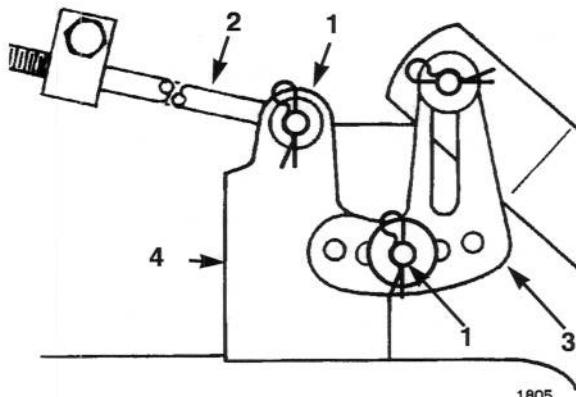

Fig. 50
5. Togliete la coppia a forcina e la rondella dalla staffa di livello (Fig. 50). Per livellare la lama (o
lame) riposizionate la staffa di livello in un foro diverso e montate la rondella e la coppia a forcina (Fig. 50). Il foro anteriore abbassa l'altezza della lama e quello posteriore la alza. Ripetete questa operazione dal lato opposto.